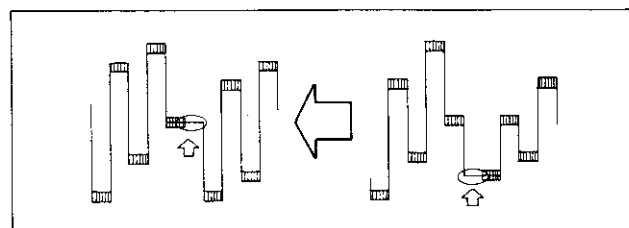

Fig. 5-4
6. Raccorder la sonde de l'oscilloscope sur la broche C102 ⑬ et ajuster T06 pour obtenir la forme d'onde indiquée sur la figure 5-4.